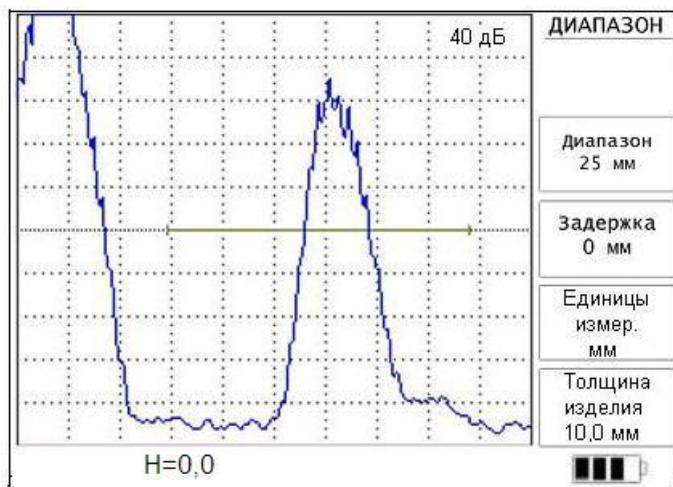

Рис.5.6.
5.4.1. Меню «ДИАПАЗОН» содержит следующие параметры (рис.5.6).